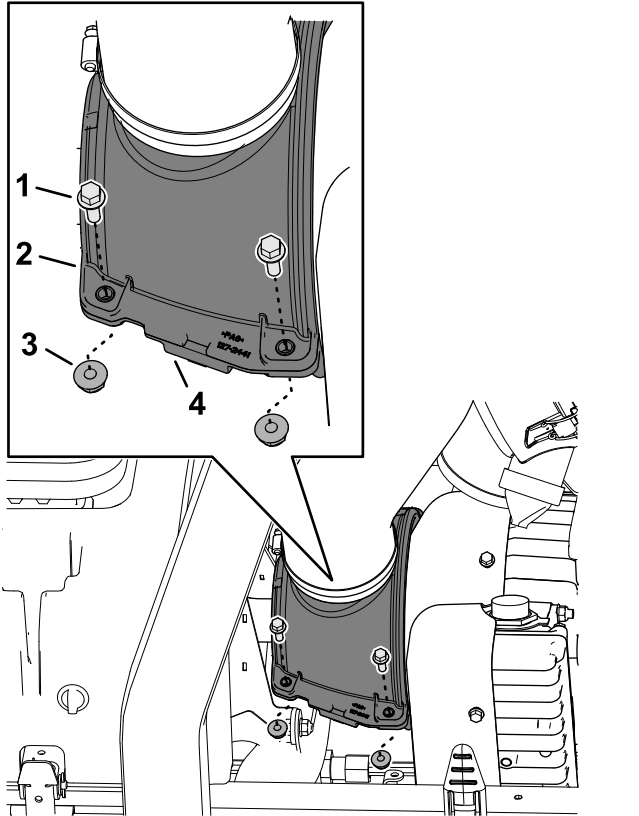

Figure 66
1. Retirez les 4 vis à embase et les 4 contre-écrous à embase qui fixent les coquilles supérieure et inférieure d'air de refroidissement de l'alternateur (Figure 66).